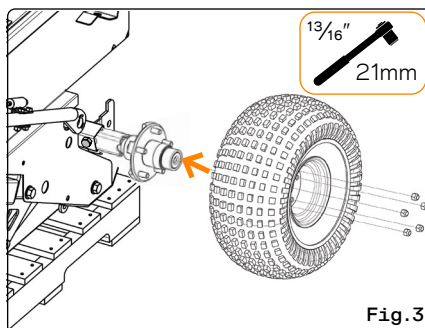
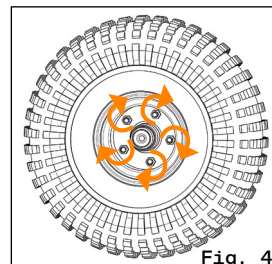

Fig. 3
Fig. 4
- 3 Place wheels onto axles (Fig. 3) and screw on the wheel nuts from the fastener bag (Fig. 4). Tighten the wheel nuts.
FR Placez les roues sur les essieux (Fig. 3) et vissez les écrous de roue provenant du sac de fixations (Fig. 4). Serrez les écrous de roue.
ES Coloque las ruedas en los ejes (Fig. 3) y enrosque las tuercas de rueda de la bolsa de fijaciones (Fig. 4). Apriete las tuercas de rueda.
PT Coloque as rodas nos eixos (Fig. 3) e rosqueie as porcas de roda do saco de fixadores (Fig. 4). Em seguida, aperte as porcas de roda.